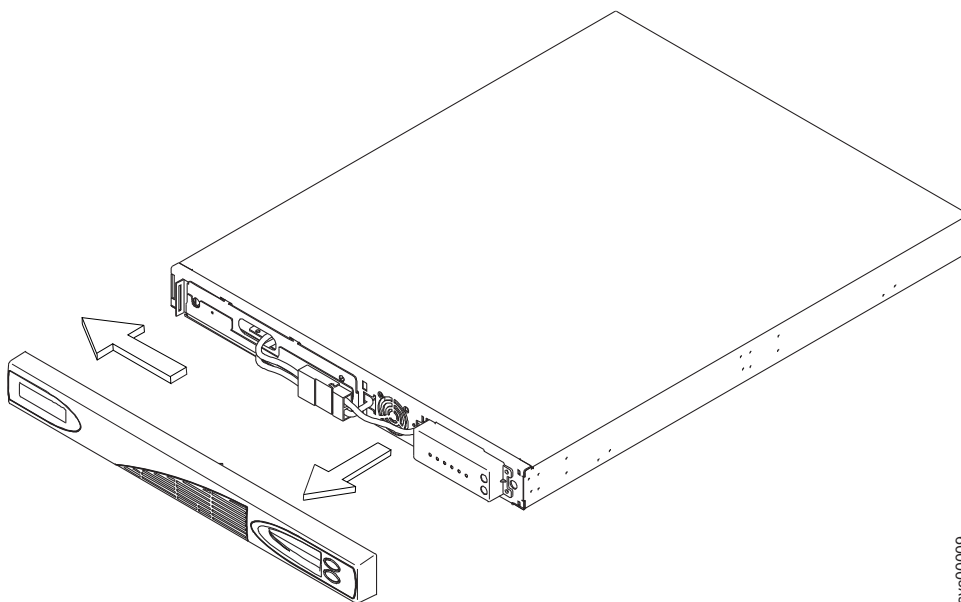

図 331. 2145 UPS-1U のフロント・パネルの取り外し
2. フロント・パネルの右側を引っ張って、パネルを 2145 UPS-1U の右中央セクションから取り外します。図 331 に示すように、フロント・パネルを左方に押して、パネル左端の留め金を解放します。